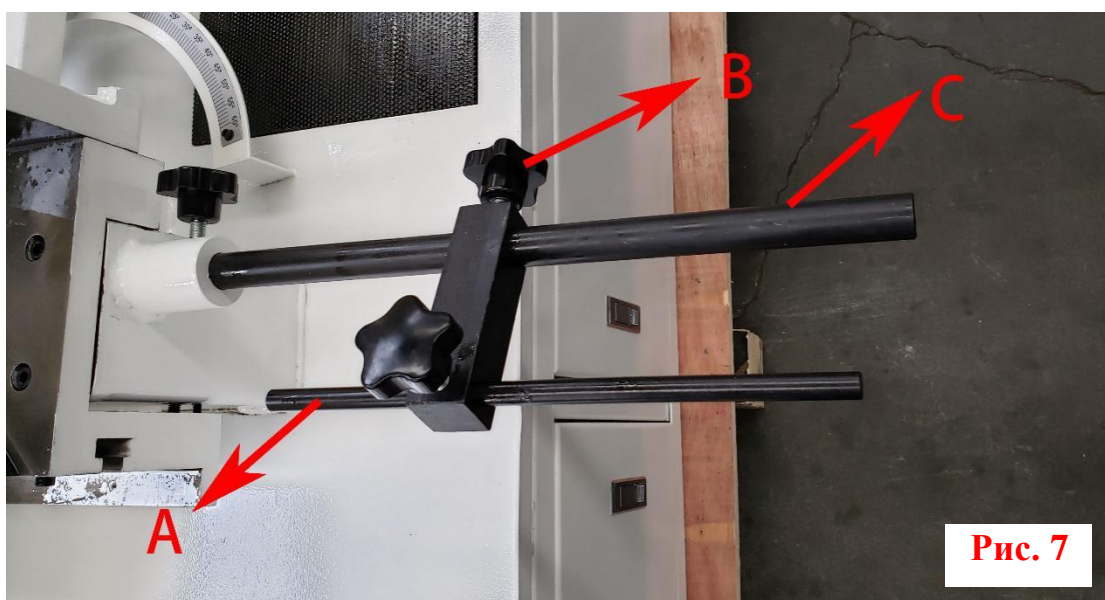

Рис. 7
Просто установите упорный блок (A) Рис. 7 на желаемое расстояние от полотна. Упор может быть переставлен в другое место путем ослабления винта (B) и перемещения стержня (C) соответствующим образом. Для перемещения упорного блока (A) наружу просто толкните его в нижнее положение.